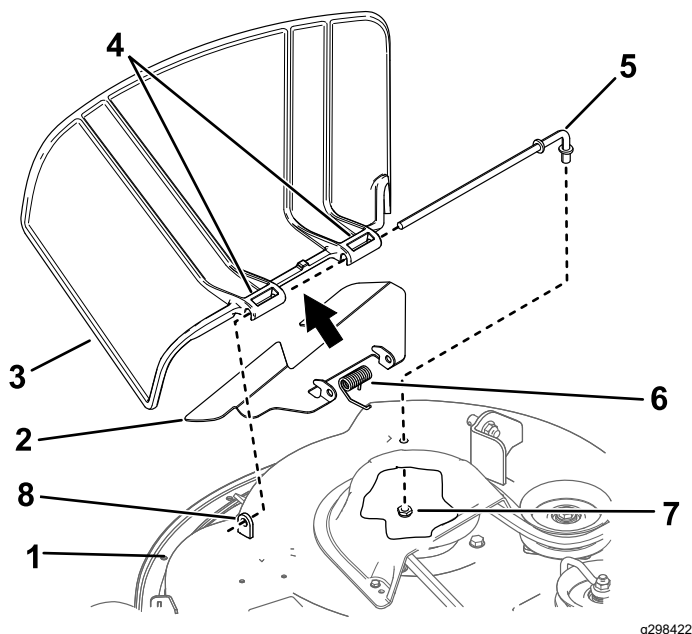

Bild 74
- Nehmen Sie die Mutter ($\frac{3}{8}$ ") aus der Stange unter dem Mähwerk ab (**Bild 74**).
2. Schieben Sie die Stange aus dem kurzen Vorsprung, der Feder und dem Ablenkblech (Bild 74).
4. Montieren Sie das neue Ablenkblech (Bild 74).
7. Schieben Sie die Stange durch den zweiten Drehzapfen am Grasablenkblech (Bild 74).
9. Befestigen Sie das hintere Stangenende mit einer Mutter (3/8") am Mähwerk, wie in Bild 74 abgebildet.